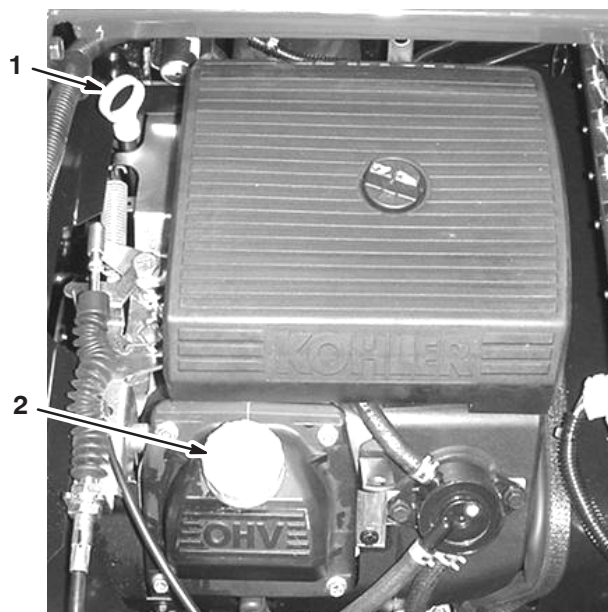

Figure 5
2. Retirez la jauge et essuyez-la sur un chiffon propre (Fig. 5). Remettez la jauge dans le tube en vérifiant qu'elle est enfoncée au maximum. Sortez de nouveau la jauge et vérifiez le niveau d'huile.
3. Si le niveau d'huile est bas, retirez le bouchon de remplissage du couvre-culasse (Fig. 5) et ajoutez la quantité d'huile nécessaire pour amener le niveau au repère maximum sur la jauge. Reportez-vous à la section Vidange de l'huile moteur et remplacement du filtre, page 35, pour connaître le type d'huile et la viscosité qui conviennent. Versez l'huile lentement et vérifiez souvent le niveau durant la procédure. **Ne remplissez pas excessivement.**